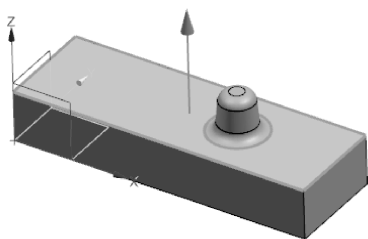

图 6-77 创建第 1 个特征
- 19 定位后自动创建凸台特征（包括圆角特征），如图 6-77 所示。